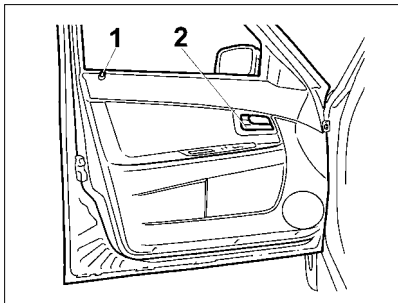
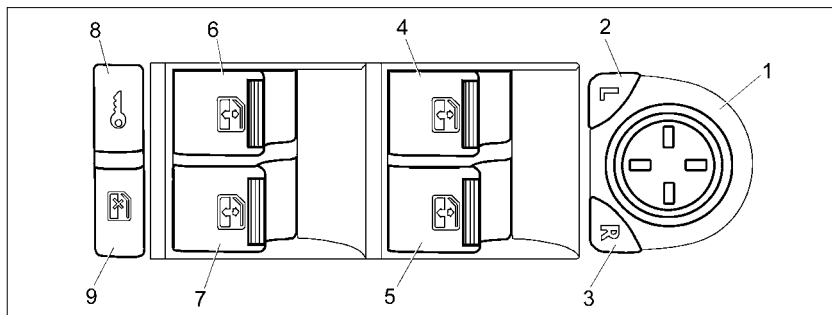
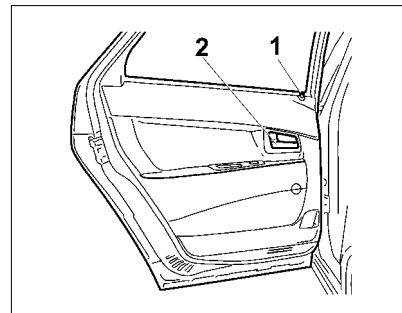

Рис. 4. Передняя левая дверь
Рис. 6. Модуль двери водителя
Рис. 7. Задняя левая дверь
Передние двери блокируются: снаружи – поворотом ключа 1 (рис. 3) или нажатием кнопки блокировки  на пульте дистанционного управления; изнутри – нажатием кнопки 1 (рис. 4, 5) на обивке двери или клавиши 8  в модуле двери водителя (рис. 6). Блокировать замки передних дверей можно только при закрытых дверях.
Двери открываются: снаружи – за ручку в направлении стрелки (рис. 3), а изнутри – поворотом на себя рукоятки 2 (рис. 4, 5). Если замок двери заблокирован, то ручка будет иметь холостой ход.
Для подъема и опускания стекол передних и задних дверей используются электростеклоподъемники, которые могут управляться от переключателей модуля двери водителя (рис. 6, поз. 4...7)*, от переключателей в пассажирских дверях и от кнопок  и  пульта дистанционного управления. Для подъема нужно вам стекла потяните за край соответствующего переключателя электростеклоподъемника вверх.
* В варианте исполнения переключатели поз. 6, 7, 9 рис. 6 могут отсутствовать.
Задние двери блокируются снаружи – пультом дистанционного управления, изнутри салона нажатием кнопки 1 (рис. 7, 8) на двери или клавиши 8  в модуле двери водителя (рис. 6). Блокировка замков задних дверей возможна как при открытых, так и при закрытых дверях.
Для опускания и подъема стекла задних дверей используются электростеклоподъемники (**в варианном исполнении**), которые приводятся в действие переключателями 6 и 7 (рис. 6) в модуле двери водителя и кнопками  и  пульта дистанционного управления.